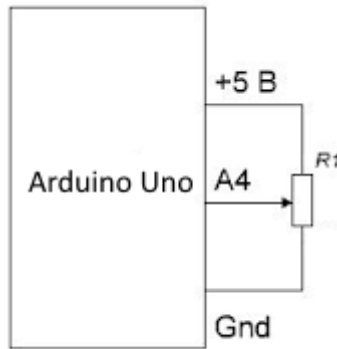

Рис. 2.5. Схема підключення змінного резистора до Arduino Uno
2. Підключити підстроювальний або змінний резистор за схемою подільника напруги (потенціометра) на рис. 2.5.